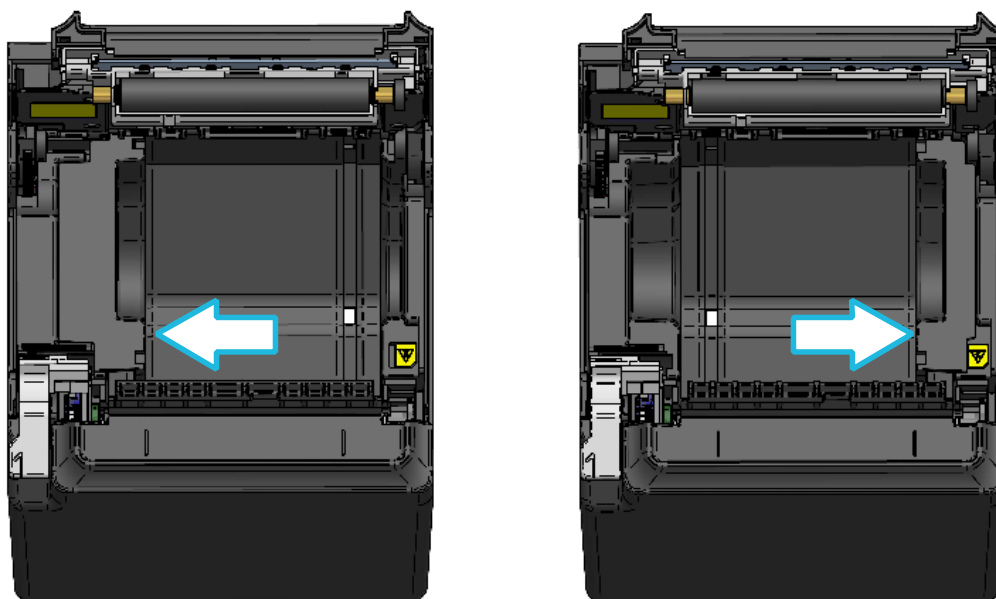

Abbildung 14-4 Anbringung der Trennwand (4)
- (6) Drücken Sie die Trennwand R bzw. Trennwand L in Pfeilrichtung, wie in Abbildung 14-4 dargestellt, sodass sie entlang der Seitenwand der Papierhalterung verlaufen. Führen Sie dann den Vorsprung an der Unterseite der Trennwand in das Loch an der Papierhalterung ein.